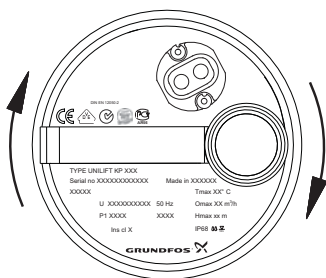

Abb. 9 Drehrichtung
3. Die Pumpe während des Anlaufens beobachten. Erfährt die Pumpe wie in Abb. 9 gezeigt eine kleine Auslenkung im Uhrzeigersinn, dann ist die Drehrichtung des Motors korrekt. Erfolgt die Auslenkung gegen den Uhrzeigersinn, zwei Phasen des Netzanschlusses tauschen.